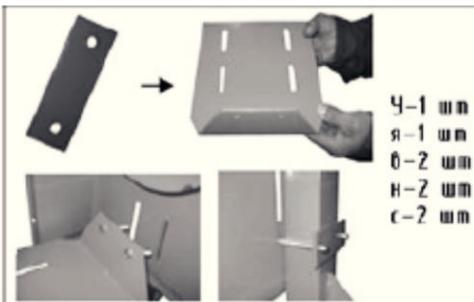

Рис. 14.
6.14. Установите основание электродвигателя (У), закрепив его через внутренний кожух (Л) и пластины (я) на раме (Д) как показано на Рис.14. Для этого используются 2 болта (в) и 2 гайки (и) с шайбами (с).